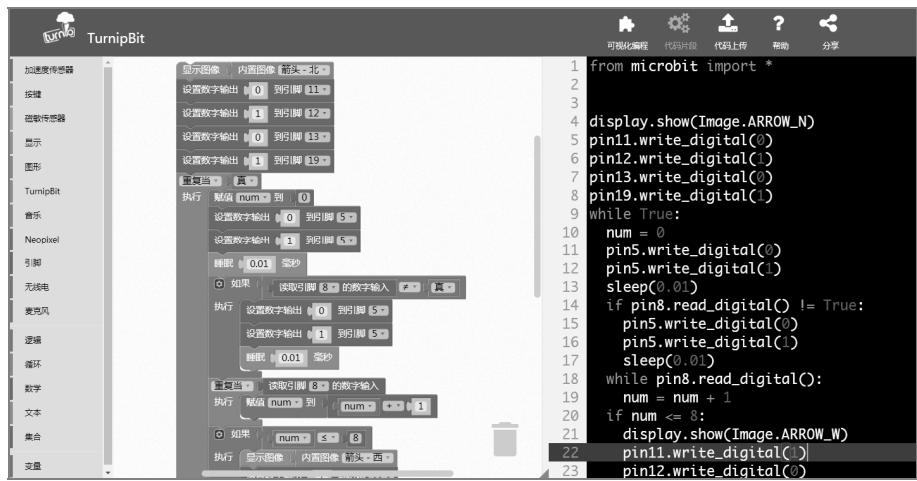

图 12-32 加入转向方向箭头
⑤ 至此，会思考的避障车就完成了。为了让避障车更加炫酷，我们可以使用 LED 屏来动态显示当前避障车行驶的方向。方法是在避障车做出转向动作前，先用箭头来显示转向的方向，然后再做动作，如图 12-32 所示。